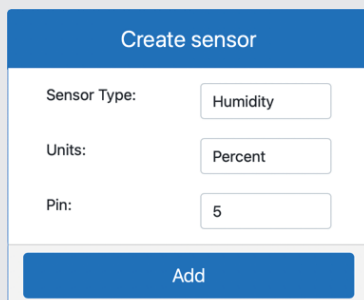

图 5-6 湿度传感器的设置
(3) 确保 CounterFit 的网络应用程序正在运行。
(4) 创建一个湿度传感器，如图 5-6 所示。
- ①在“Sensor”（传感器）窗格的“Create sensor”框中，下拉“Sensor Type”（传感器类型）框，选择“Humidity”（湿度）。